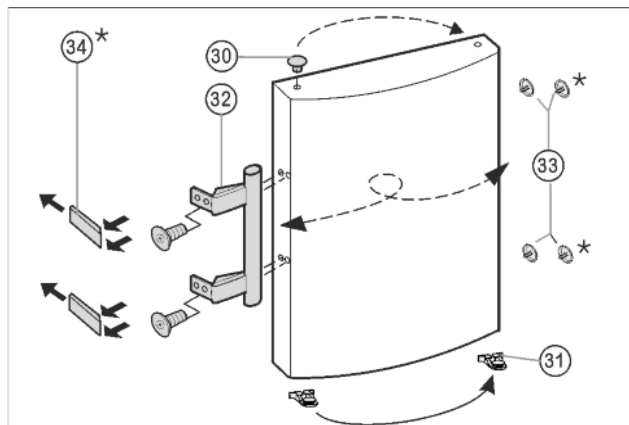

Fig. 8
- ▶ Wyciągnąć wkładkę Fig. 8 (30) z zawiasu drzwi i przełożyć na drugą stronę.
- ▶ Zdemontować uchwyt drzwi Fig. 8 (32), zatyczki Fig. 8 (33) oraz płytki dociskowe* Fig. 8 (34) i przełożyć je na przeciwną stronę.